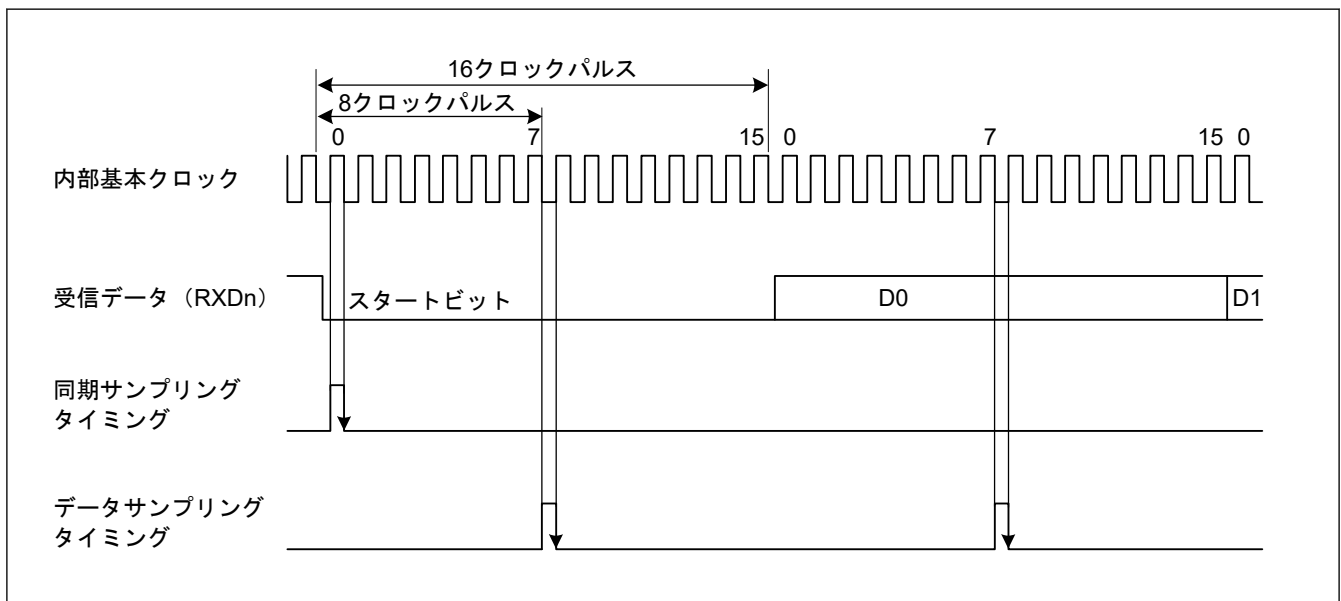

図 24.3 調歩同期式モードでの受信データサンプリングタイミング
また、図 24.3 に示すように、受信データは基本クロックの 8 パルス目(注1)の立ち上がりエッジでサンプリングされるため、各ビットの途中でデータが取り込まれます。調歩同期式モードでの受信マージンは以下の式 (1) のように表すことができます。